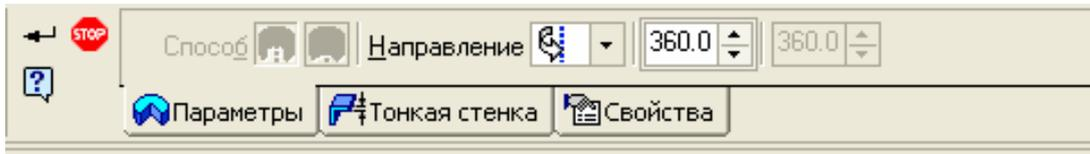

Рис. 15. Необходимые настройки для выполнения операции вращения
2. На **Панели свойств** на вкладке **Параметры** (рис. 15) выберите направление вращения – *Прямое*, угол поворота – 360° , на вкладке **Тонкая стенка** – тип построения тонкой стенки – *Нет*, на вкладке **Свойства** установите цвет детали по вашему усмот-